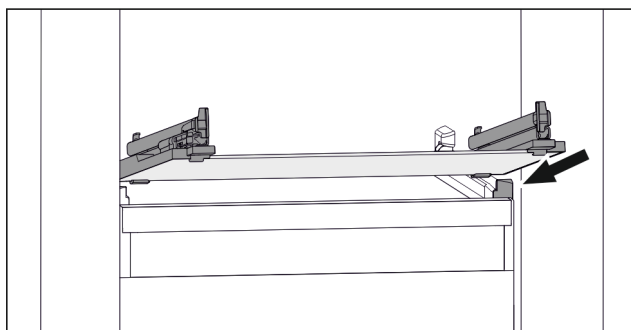

Fig. 72 Exemple de représentation de la tablette en verre
- ▶ Placer la tablette en verre, en l'inclinant, derrière les butées. (voir Fig. 72)